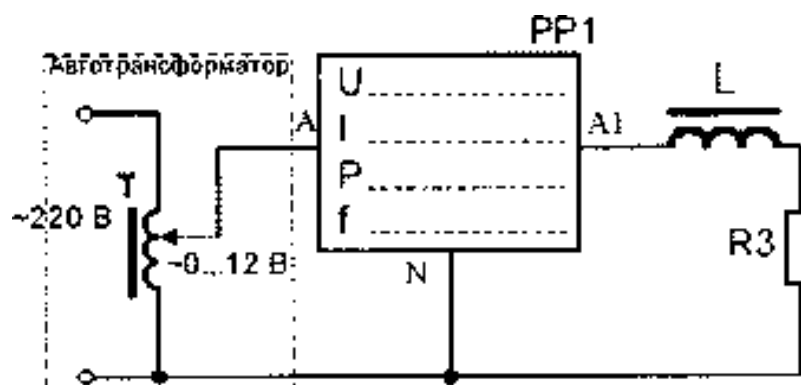

Рис. 1
3.2. Для снятия вольтамперной характеристики катушки с сердечником собрать электрическую цепь по рис. 1. В качестве регулируемого источника переменного напряжения использовать выход пониженного переменного напряжения автотрансформатора $\sim 0 \dots 12$ В (модуль автотрансформатора). Подключить параллельно добавочному резистору R_3 модуля нелинейных элементов выводы осциллографа. Установить пределы измерений напряжения и тока у измерителя мощности «30 В» и «0,2 А» соответственно. Установить ручку автотрансформатора в крайнее левое положение. Представить схему для проверки преподавателю.